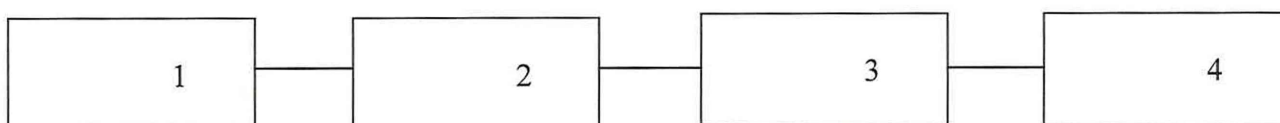

Рисунок 4
9.3.2.1 Подсоединить эквивалент вибропреобразователя ЭКВ-110 к испытываемому ИЕРЕ каналу прибора ЭКОФИЗИКА-500. Подключить выход BNC+ генератора (сигнал генератора выключен) к входному разъему ЭКВ-110 согласно схеме подключения рис.4. При наличии нескольких входов подобного типа, испытания проводят для одного любого входного канала данного типа.